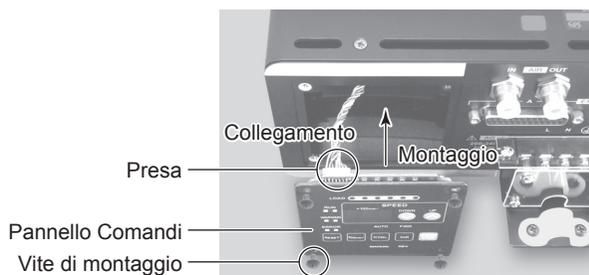

Fig. 22
- (3) Collegare la presa all'interno del CONTROLLER alla presa sul retro del pannello comandi. (Fig. 22).
- (4) Montare nuovamente il pannello comandi adoperando le 4 viti di montaggio (Fig. 22).